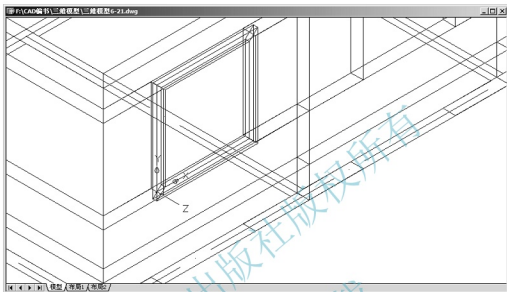

图 6.20 绘制出四周边框
(7) 在**指定下一点或 [圆弧 (A)/ 闭合 (C)/ 半宽 (H)/ 长度 (L)/ 放弃 (U)/ 宽度 (W)]**: 提示下, 输入“C” (Close) 后按 Enter 键结束命令。结果生成如图 6.20 所示的“窗框”, 其宽度为 160mm, 厚度为 80mm。